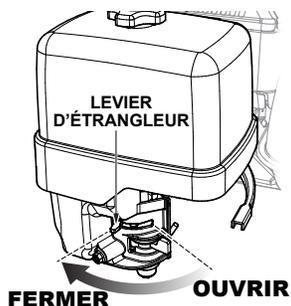

Figure 8. Levier de starter du moteur (fermé)
4. Placez le levier de starter (Figure 8) en position **FERMÉ** si vous démarrez un moteur froid.